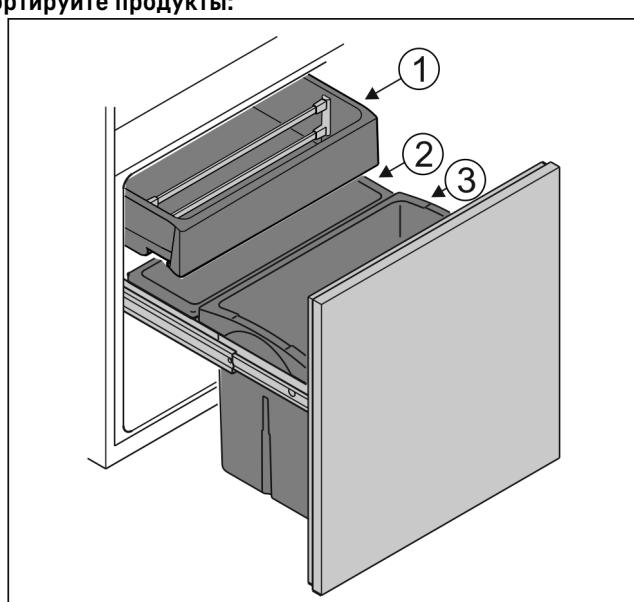

Fig. 4
- Резервуар Fig. 4 (1): Вложить не упакованные южные фрукты и овощи.
- Резервуар Fig. 4 (2): Вложить не упакованные мелкие фрукты и овощи.
- Резервуар Fig. 4 (3): Вставить отдельные бутылки.